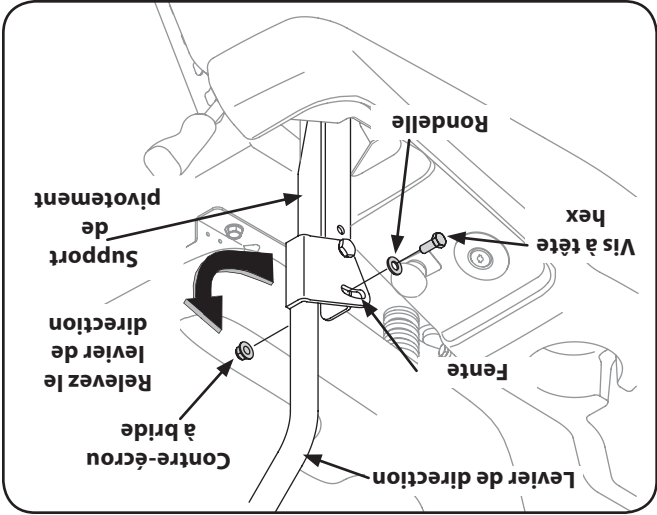

Figure 3-7
3. Glissez la rondelle plate sur la vis à tête hex. De l'extérieur, enfoncez la vis à tête hex. dans la fente du levier de direction et dans le trou du support de pivotement. Maintenez-les en place avec le contre-écrou à bride. Voir la Figure 3-7.